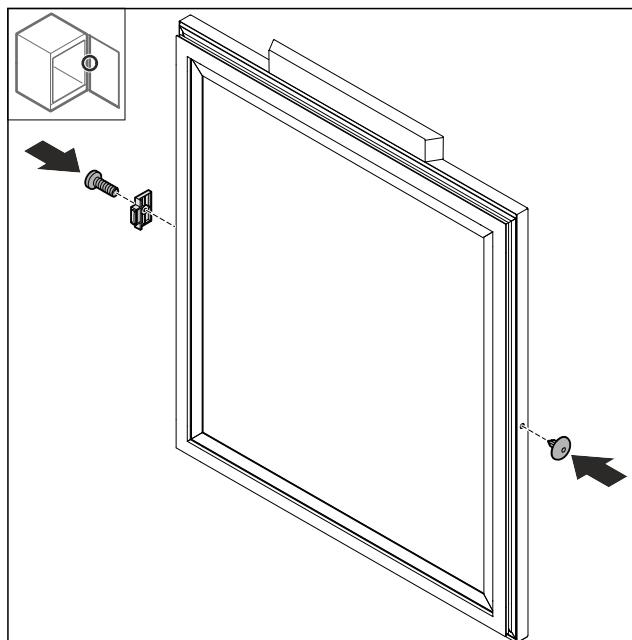

Fig. 70
- Монтирайте ограничителя на вратата Fig. 70 (1), завъртян на 180°, на противоположната страна.
- Поставете капака Fig. 70 (2) на противоположната страна.